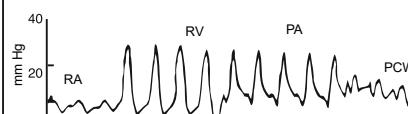

Figura 3
8. La Figura 3 muestra la forma de onda de la presión estándar del corazón y la circulación pulmonar durante la inserción del catéter.